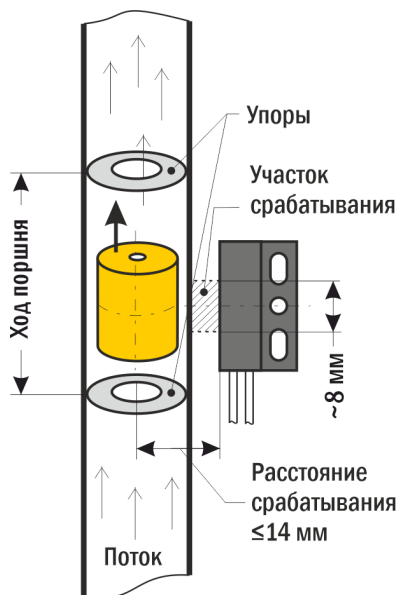

Рисунок 1 – Принцип работы
2. Перемещение поршня внутри трубы должно быть ограничено упорами (например, сеткой) снизу и сверху (см. рисунок 1).